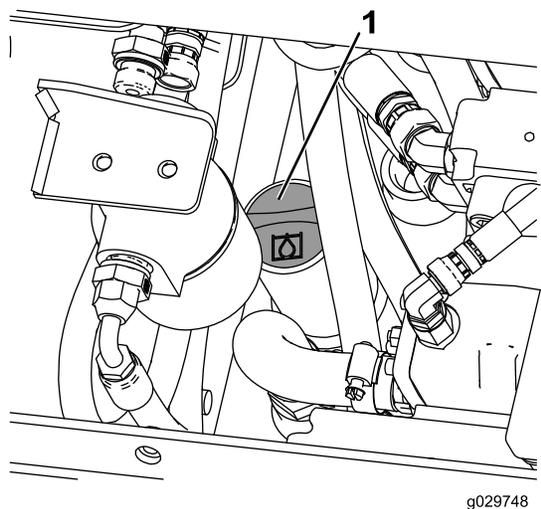

図 70
7. 油圧オイルタンクの注油口の周囲をきれいに拭く 図 70。